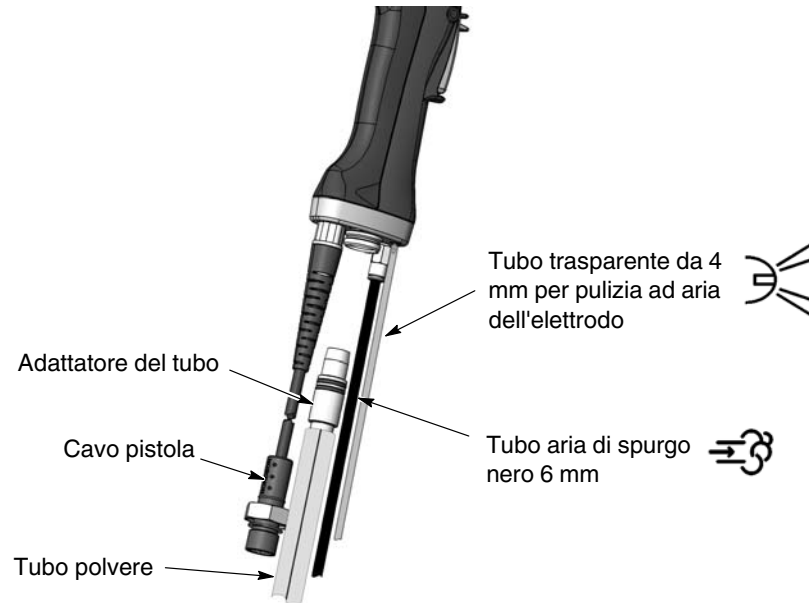

Figura 3-12 Collegamenti della pistola
1. Vedi figura 3-12. Collegare il tubo nero dell'aria da 6 mm al raccordo a scollegamento rapido nell'impugnatura della pistola.